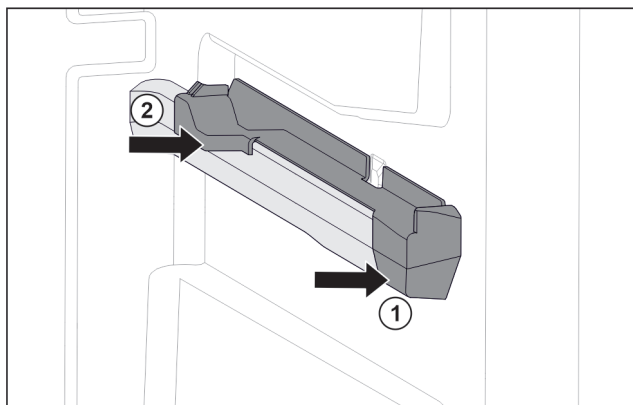

Fig. 154 Elemento inseribile sulla nervatura destra del contenitore
- Posizionare l'elemento inseribile sulla parte anteriore della nervatura del contenitore. Fig. 154 (1)
- Premere l'elemento inseribile sulla parte posteriore. Fig. 154 (2)